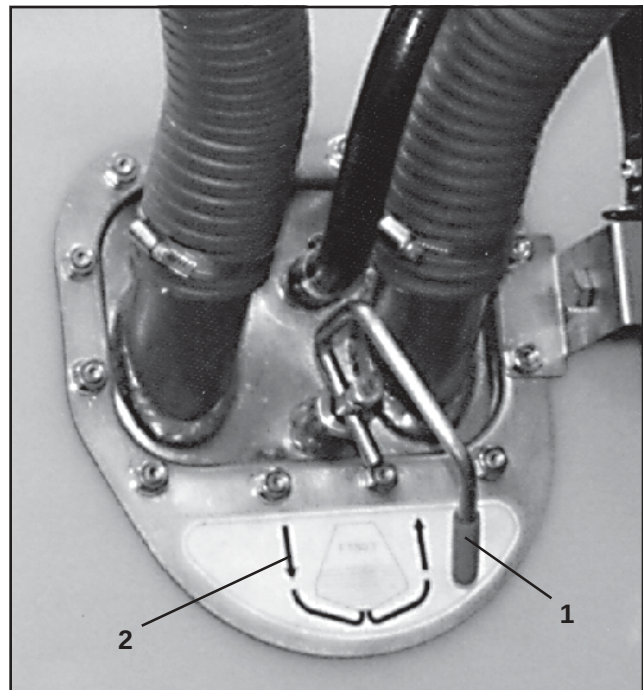

Fig. 7.1
- Injektorhebel (Fig. 7.1/1) steht in Stellung "Fronttank entleeren".
Ab einem bestimmten Flüssigkeitsniveau im Anbauspritzenbehälter (abhängig von der eingestellten Schwimmerposition), erfolgt eine **selbständige Umschaltung** des Reglers in die Position "Fronttank befüllen" (Fig. 7.1/2). Nun wird zunächst der Fronttank automatisch befüllt.